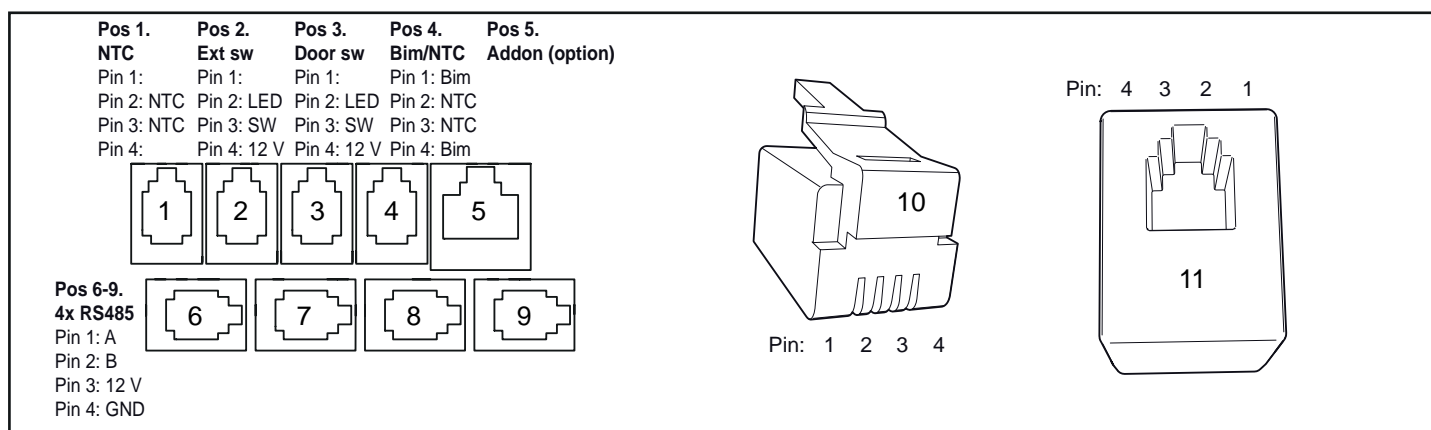

Afbeelding 17: Bedradingsschema
5. Sluit de sensorkabel (6) aan op het NTC-contact op het schakelbord (positie 1) (5) volgens het bedradingsschema (zie het gedeelte Aansluit- en bedradingsschema op pagina 55).
6. Sluit de lichtkabel (indien van toepassing) (7), zie afbeelding 9 aan op de aansluiting (8) volgens het bedradingsschema in afbeelding 17).
Neem contact op met de klantenservice van Tylö voordat u de kachel aansluit op voltages of aantal fasen die niet in het bedradingsschema in afbeelding 17 worden vermeld.